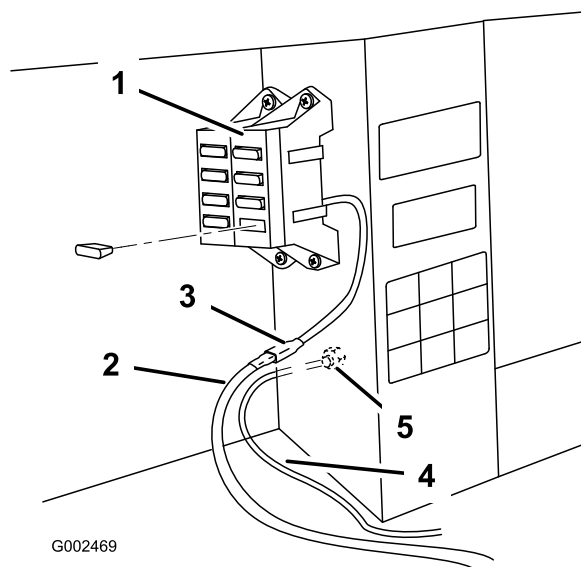

Figure 23
2. Connectez l'anneau du fil noir au boulon de masse (Figure 23).